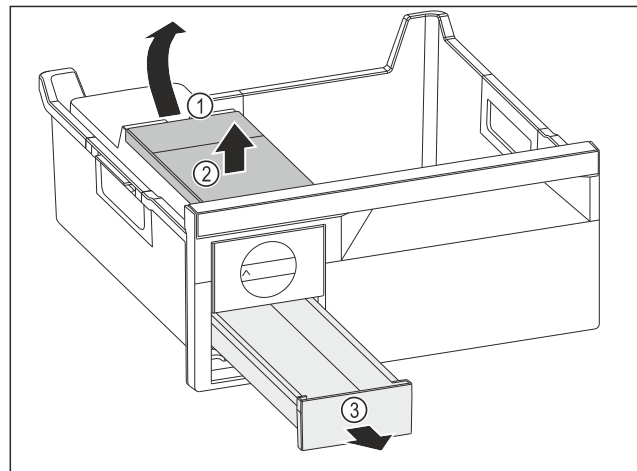

Fig. 104
- ▶ Wassertank entnehmen: Wassertank an der Aussparung Fig. 104 (1) anheben.
- ▶ Wassertank Fig. 104 (2) nach oben entnehmen.
- ▶ Eiswürfelschubfach Fig. 104 (3) nach vorne entnehmen.